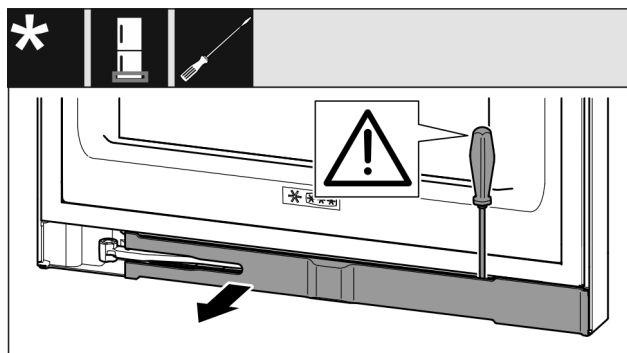

Fig. 14
- ▶ Plochým šroubovákem vyjměte zásepku a otočte ji ke straně. (viz Fig. 14)